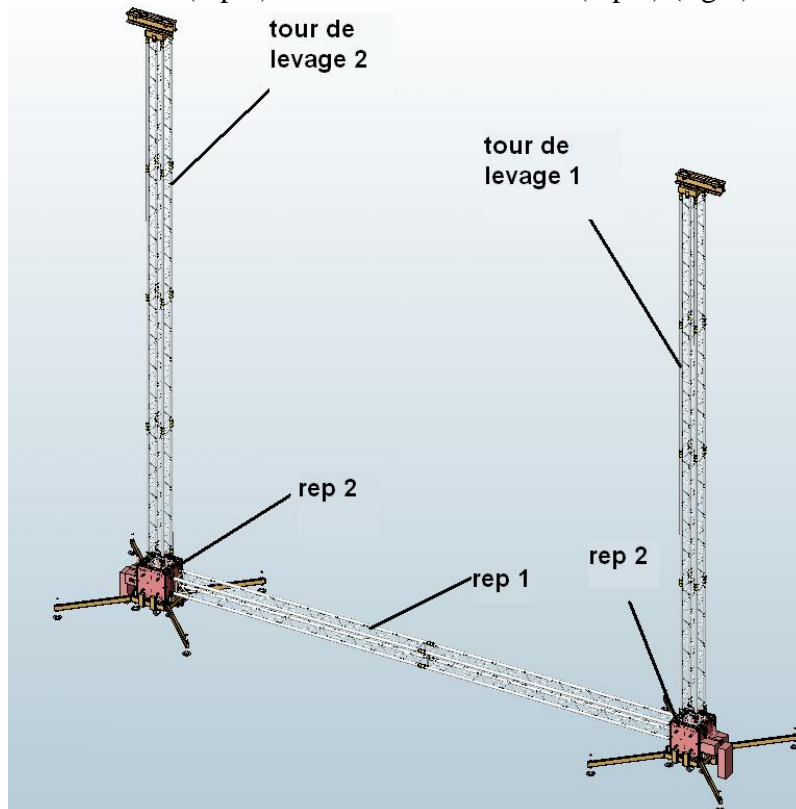
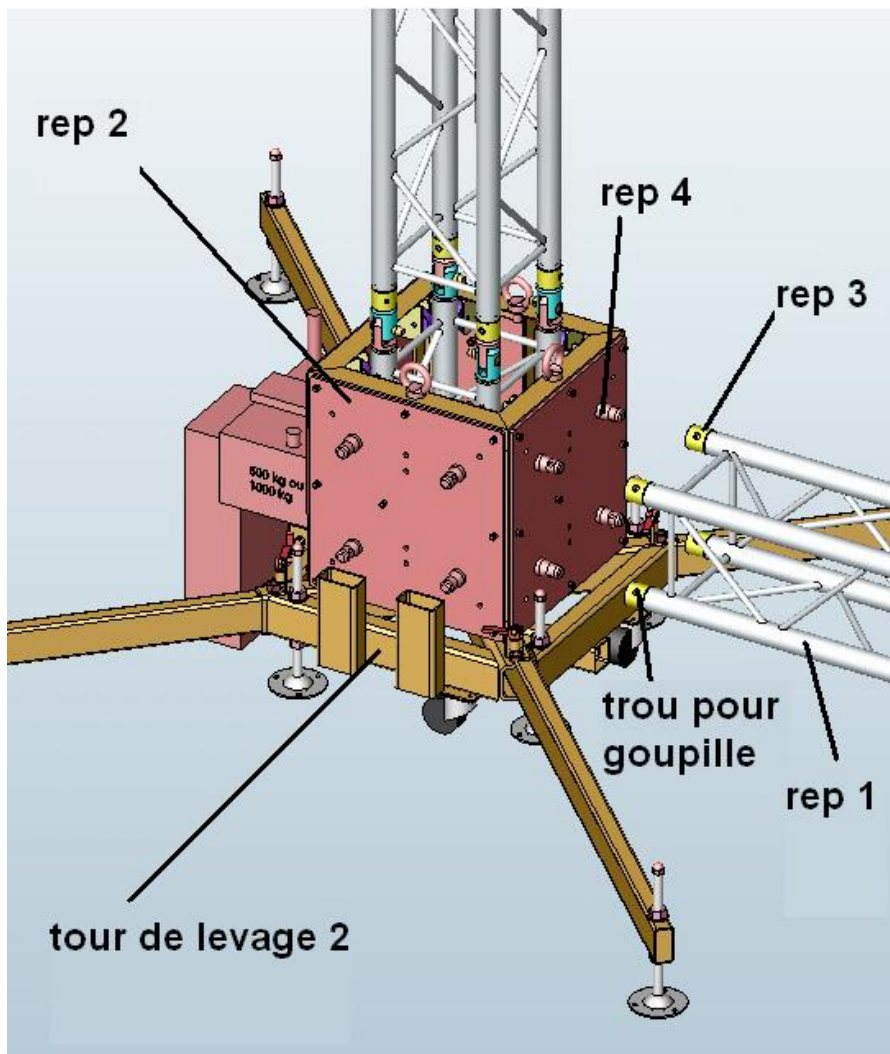

fig.2
fig.3
- b) Placer le linéaire (rep 1) au même niveau que les chariots élévateurs (rep 2) (fig.2), de sorte à pouvoir assembler les manchons femelles (rep 3) du linéaire (rep 1) et les manchons mâles (rep 4) des chariots élévateurs (rep 2) (fig.3)
- c) Verrouiller les manchons mâles (rep 4) des chariots élévateurs (rep 2) avec les manchons femelles (rep 3) du linéaire (rep 1) à l'aide d'une goupille de sécurité en la plaçant dans le trou prévu à cet effet (fig.3).